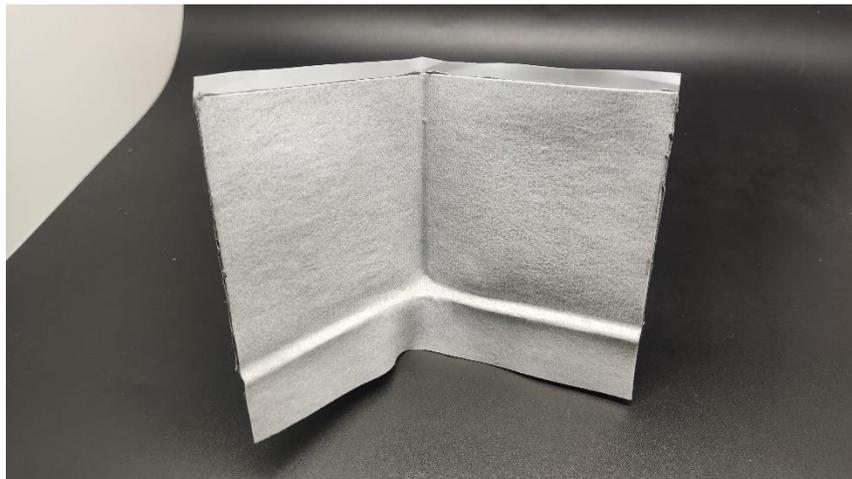

Figure 5 : Angle entrant
- Angle entrant (Figure 5) : permet de traiter le cas particulier d'un angle entrant de cloison ;